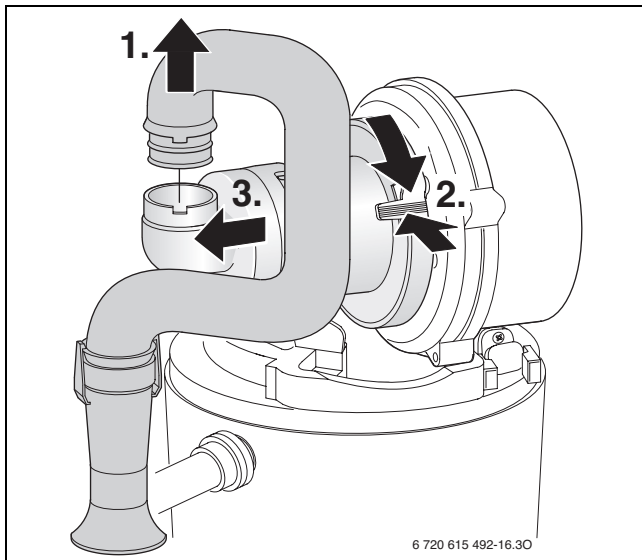

Bild 61 Saugrohr und Mischeinrichtung ausbauen
- Mischeinrichtung nach Bild 61 ausbauen.